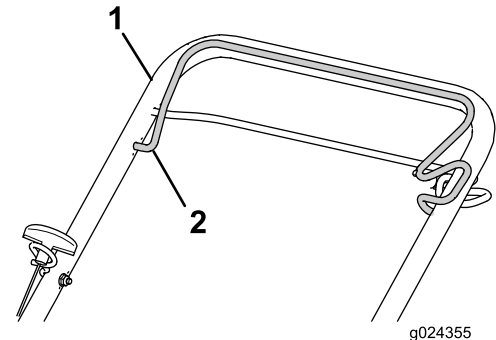

Figura 13
3. Sujete la barra de control de la cuchilla contra el manillar superior (Figura 13).